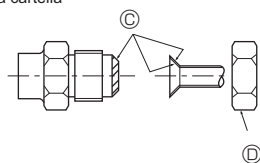

Fig. 4-1
4.2. Collegamento dei tubi (Fig. 4-1)
- Stendere uno strato sottile di oliorefrigerante sul tubo e collegare la superficie di appoggio prima di serrare il dado a cartella. Ⓐ (Fig.4-1)
- Serrare i raccordi dei tubi usando due chiavi. Ⓑ (Fig.4-1)
- Applicare olio adatto alle macchine di refrigerazione sull'intera superficie di alloggiamento svasata. Ⓒ (Fig.4-1)
- Utilizzare i dadi a cartella per le seguenti dimensioni di tubazioni. Ⓓ (Fig.4-1)
Ⓐ (Fig. 4-1)
Ⓑ (Fig. 4-1)